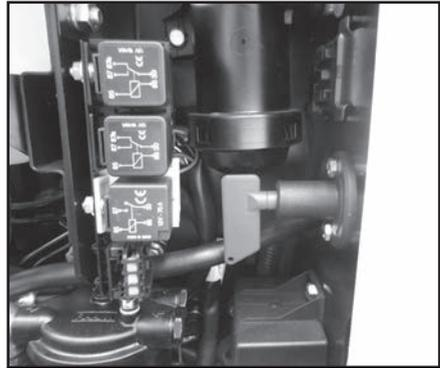

Abb. 5.12
- Schalter in Stellung "ON": Die elektrische Anlage wird gespeist (Abb. 5.12).